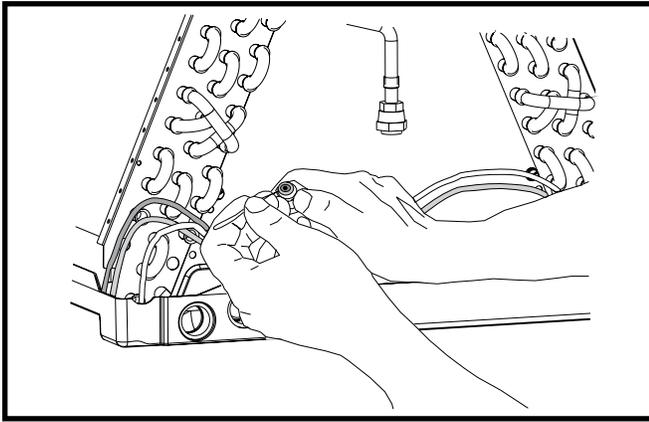

Figure 1. Distributeur et orifice
2. Dévissez l'écrou orientable et retirez l'orifice fixe du distributeur. Voyez la Figure 1 (page 3).
4. Retirer l'étranglement à l'intérieur du distributeur. Voyez la Figure 1 (page 3).